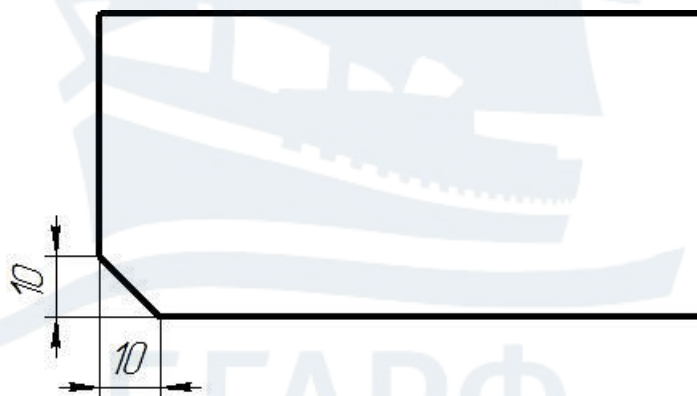

Рис. 91
**Фаска** → **У** (угол) → **Enter** → **Первая длина фаски 10** → **Enter** → **Угол фаски с первым отрезком 45** → **Enter** → **Выбрать первый отрезок** → **Выбрать второй отрезок** – фаска построена (рис. 91).